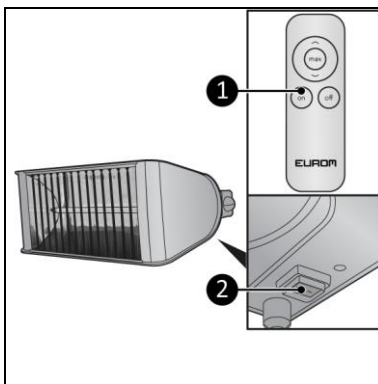

Figura 11
1. Apăsați comutatorul ON/OFF (Figura 11, poz. 2).
3. Apăsați butonul ON de pe telecomandă (Figura 11, poz. 1).